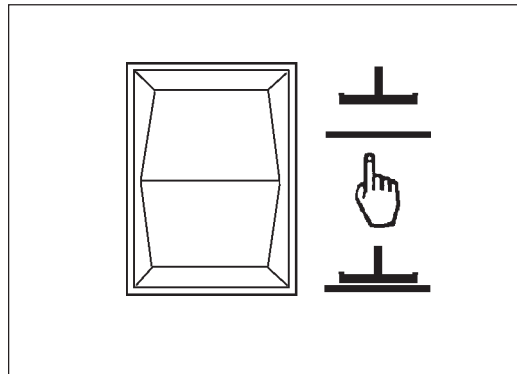

Figure 25
1. Pour abaisser la raclette et mettre le moteur d'aspiration en marche, placez le commutateur raclette relevée/abaissée en position abaissée (figure 25).
2. Pour relever la raclette, placez le commutateur de raclette en position haute (figure 25). La raclette remonte et le moteur d'aspiration s'éteint peu de temps après.